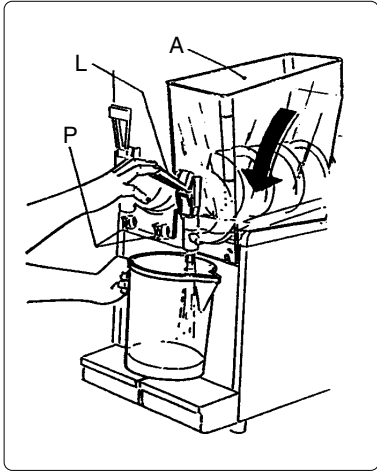

Fig. 10
a) destornillar los pomelos (P), bajar el depósito (A) para eliminar eventuales residuos de producto a través del grifo de salida (ver fig. 10).